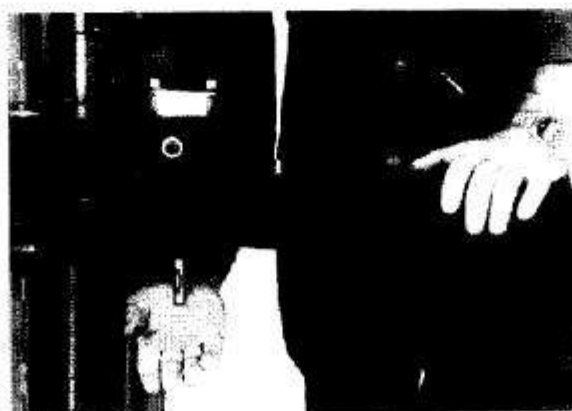

Fig.42
- screws (9) making sure they engage the holes on the arm brackets, then tighten.
- 6 - Check that the arm locking device functions correctly by pushing the spring pressure pin (1) upwards and turning the arm in either direction. The pin should fall after a brief rotation (Fig. 42).
6. Die Funktion des Sperrsystems ist wie folgt zu überprüfen: Den Stift (1) hochdrücken. Der Träger muß sich jetzt hin- und herbewegen können. Dann den Stift (1) loslassen. Jetzt muß der Träger blockieren (siehe Abb. 42).
8. Jetzt die Fußsicherungsbügel mit den Bolzen (3) auf den Trägern montieren.
9. Die langen Arme mit Hilfe der Bolzen (4) einstellen und mit den Muttern (5) sichern.
10. Nun die Schalen mit Gummis (6) in den Trägern festschrauben und mit Quetschklemmen (7) sichern.
6. Vérifiez le fonctionnement du système de verrouillage comme suit : Faites remonter le goujon (1); le bras porteur doit pouvoir bouger librement vers le haut et vers le bas. Relâchez le goujon (1); le bras doit se bloquer (voir fig. 42).
8. Montez à présent les étriers de fixation des pieds sur les bras porteurs à l'aide des boulons (3).
9. Réglez les bras longs à l'aide des boulons (4) et fixez-les à l'aide des écrous (5).
10. Vissez ensuite les plateaux avec les supports en caoutchouc (6) dans les bras porteurs et fixez-les à l'aide des rondelles d'arrêt (7).
- 8 - Ahora monte los anillos de los protectores para los pies sobre los brazos portadores con los tornillos (3).
- 9 - Ajuste los brazos portadores largos con los tornillos (4) y segúrelos con las tuercas (5).
- 10 A continuación atornille los platillos con gomas (4) en los soportes y segúrelos con los muelles de seguridad (7).
6. Controleer als volgt of het vergrendelsysteem goed werkt: Druk pen (1) omhoog, de draagarm moet nu heen en weer kunnen bewegen, laat vervolgens pen (1) los, de draagarm moet nu blokkeren (zie fig.42).
8. Monteer nu de voetbeveiligings beugels op de draagarmen met de bouten (3).
9. Stel de lange armen af met de bouten (4) en borg deze met de moeren (5).
10. Schroef nu de schotels met rubbers (6) in de draagarmen en borg deze met de borgveren (7).
6. Verifique da seguinte maneira se o sistema de bloqueio funciona correctamente: Puxe a espiga (1) para cima. O braço de suporte deve estar em condição de mover-se de um lado para outro. Solte em seguida a espiga (1). O braço de suporte deve bloquear (veja a fig. 42).
8. Monte em seguida as braçadeiras da protecção do pé sobre os braços de suporte com os parafusos (3).
9. Regule os braços compridos com os parafusos (4) e bloqueie estes com as porcas (5).
10. Parafuse em seguida os discos com borrachas (6) nos braços de suporte e bloqueie-os com as molas de bloqueio (7).